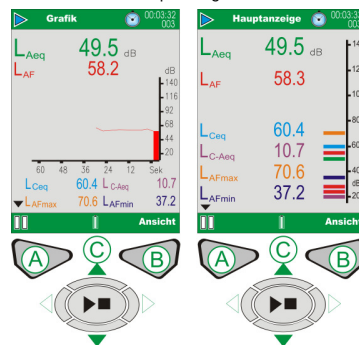

Abbildung 12 Haupt-/Grafikanzeige
CEL-62XA (siehe Abbildung 12). Die Breitbandmessungen sind als Balkendiagramm auf der Hauptanzeige oder als ein Zeitprotokollidiagramm auf der Grafikanzeige dargestellt. Drücken des **Ansicht**-Tasters (B), schaltet zwischen Grafik- und Hauptanzeigen hin und her.
Das CEL-62XB (& C)Modell zeigt alle in Abbildung 12 und 13 dargestellten Anzeigen an.